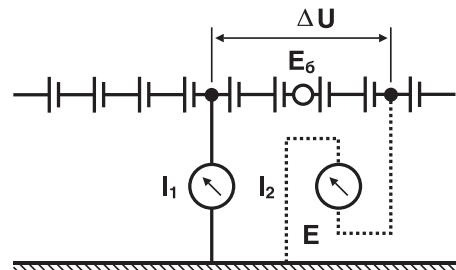

Рис. 9
3.3.3. Измерение с помощью амперметра. (рис. 9).